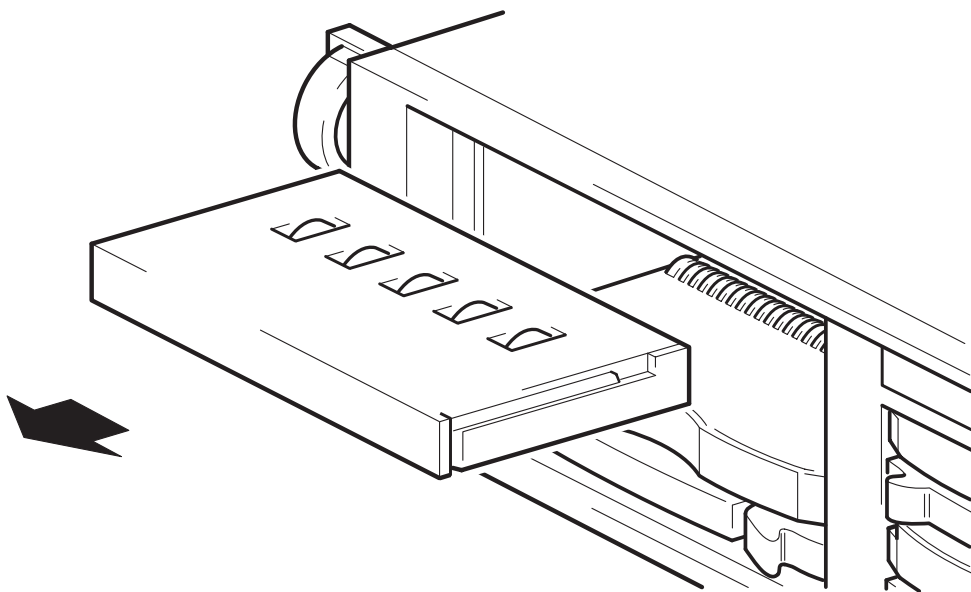

Abbildung 3a: Entfernen des Blindlaufwerks
- 2 Entfernen Sie das Blindlaufwerk (siehe Abbildung 3a).